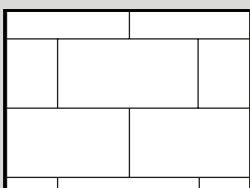

Fig. 4b
4. Begin aan de tweede rij. Houd de plank in een hoek (van circa 30°) en klik de messingzijde in de groef van de eerste rij. Tik de plank/tegel stevig aan. Leg de volgende plank/tegel door de messingzijde en groef langs de lange kant in elkaar te duwen (Fig. 3). Tegels en planken moeten verspringend worden gelegd zodat de vier hoeken nooit op hetzelfde punt samenkommen (Fig. 4a en Fig. 4b).